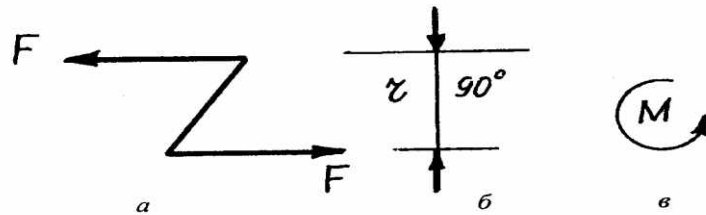

Рис. 6
**Пара сил.** Две равные и параллельные силы, направленные в противоположные стороны и не лежащие на одной прямой, называются парой сил или просто парой (рис.6а). Кратчайшие расстояния между линиями действия сил, составляющих пару, называются плечом пары (рис.6б).
Момент пары сил будем считать положительным, если пара стремится повернуть тело по часовой стрелке и отрицательным, если против часовой стрелки (рис.6). Размерность пары (Н·м, кН·м). Чтобы задать пару, достаточно задать ее момент, поэтому иногда слово «пара» заменяют словом «момент» и условно изображают его так, как показано на рис. 6в.